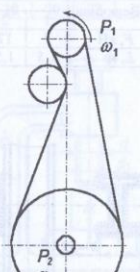

Рис. 59
4. Рассчитать плоскоременную передачу с натяжным роликом (рис. 59). Мощность на ведущем шкиве P_1 , угловая скорость его ω_1 и угловая скорость ведомого шкива ω_2 приведены в табл. 59. Режимом работы задаться.